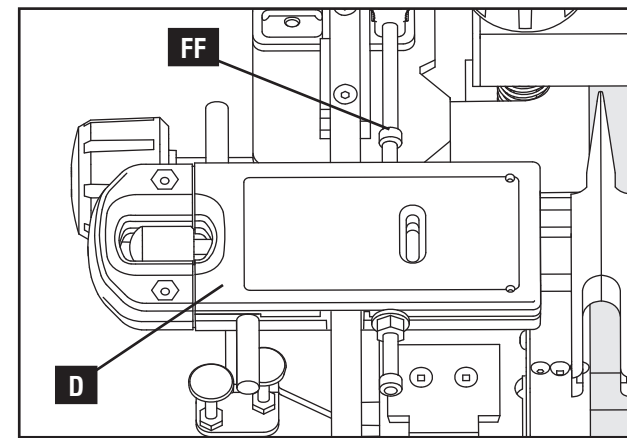

Fig. E18
REMARQUE : assurez-vous de replacer le gabarit (D), Fig. E18, fermement contre les nouvelles positions d'arrêt avant de faire la coupe avec la toupie.